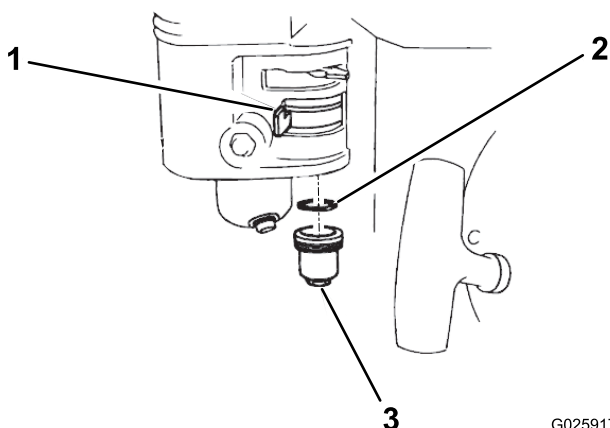

Рисунок 34
2. Переведите клапан отключения подачи топлива в положение ВЫКЛ (Рисунок 34).
3. Снимите топливный отстойник и уплотнительное кольцо (Рисунок 34).
6. Вставьте уплотнительное кольцо в клапан отключения подачи топлива и установите отстойник (Рисунок 34). Надежно затяните отстойник.